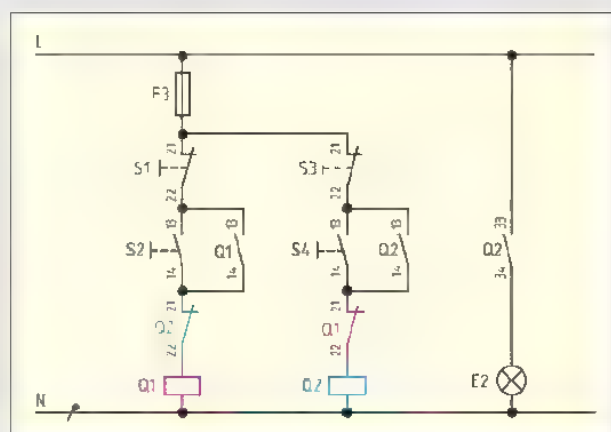

Bild 3: Wendeschützschaltung
5. Beschreiben Sie die Funktion der Schaltung in Bild 3, wenn Taster S4 betätigt wurde.
6. In der Schaltung (Bild 3) wurde vor dem Schütz Q1 versehentlich ein Schließerkontakt 23 24 von Q2 eingebaut. Beschreiben Sie die Funktion, wenn a) Taster S2 und b) Taster S4 betätigt wurden.